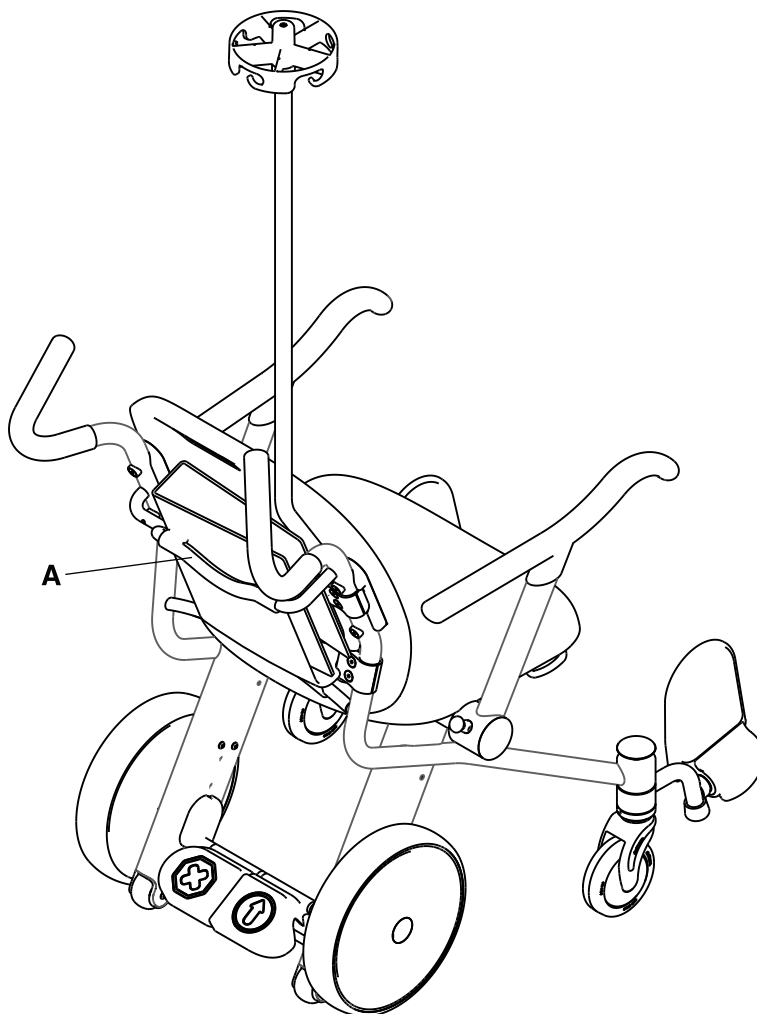

図15-12: 診療記録用ホルダーに診療記録を入れる
診療記録用ホルダーは、使用者の診療記録を入れて運ぶために使用します (A) (15-23ページの図15-12)。診療記録用ホルダーには3 inの3穴バインダーを保持することができます。